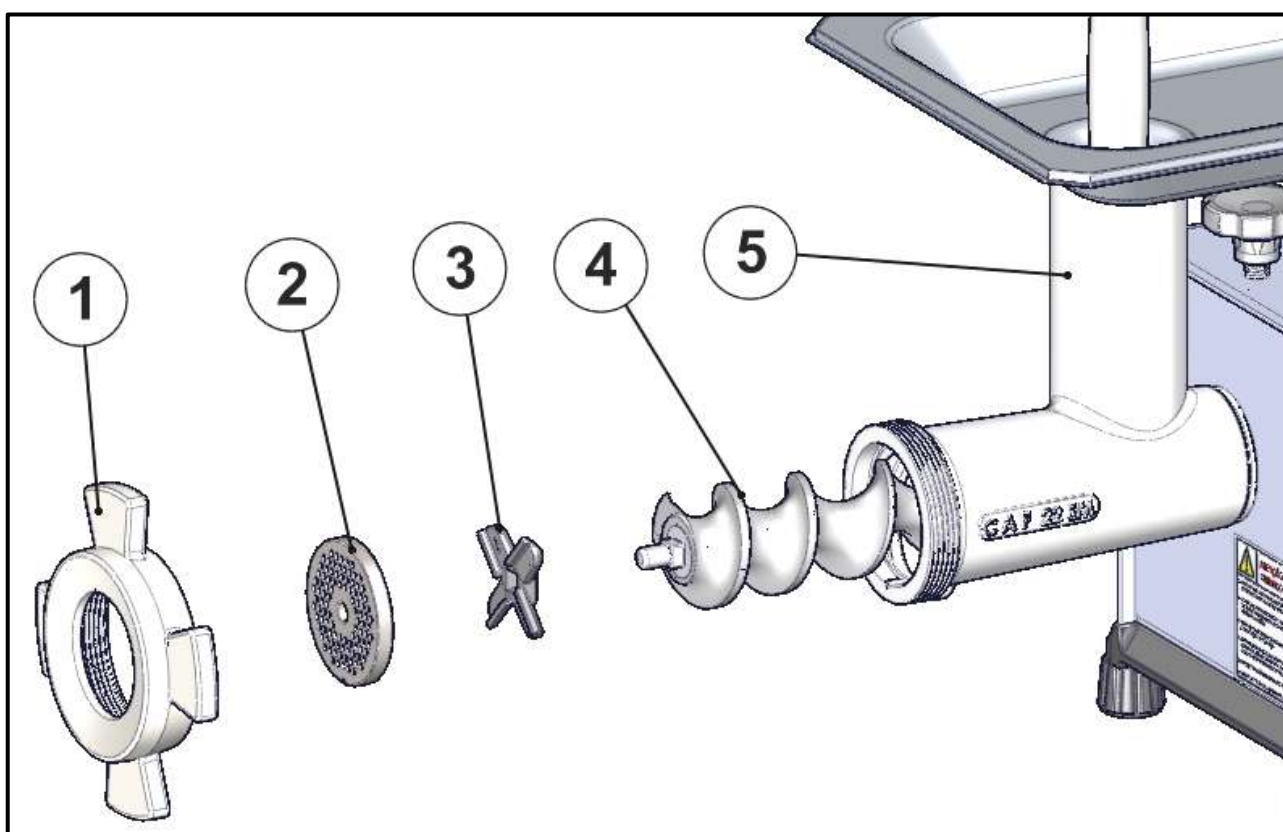

Fig. 4 - Moagem Simples para os Picadores 10, 22 SM
- Encaixe o Caracol montado (Item 4 - Fig. 4) no Bocal (Item 5 - Fig. 4).
- Encaixe a Cruzeta Simples (Item 3 - Fig. 4) no pino do caracol (Item 4 – Fig.4), observando sua posição de corte (Corte para Frente).
- Encaixe o disco* (Item 2 - Fig. 4) no pino do caracol e certifique-se de que o disco encaixe na Chaveta do Bocal.
- Rosqueie o Volante (Item 1 - Fig. 4) até encostar no Disco.